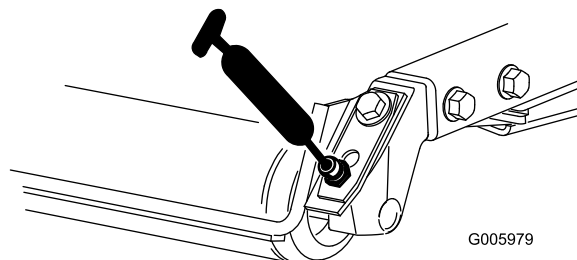

Figura 48
- Cuscinetti a rulli posteriori (2 per apparato di taglio) (Figura 48)